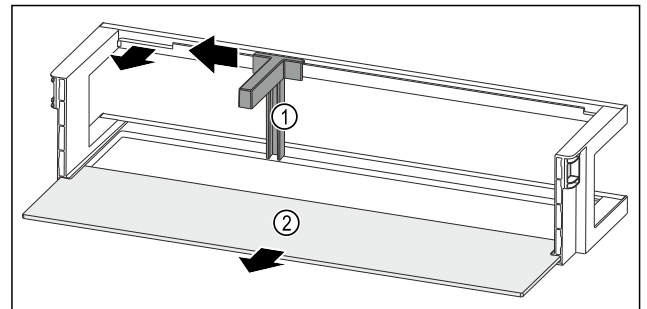

Fig. 89 Deurrek met flessenhouder en draagplateau
- ▶ Flessenhouder Fig. 89 (1) tot aan de uitsparing opzij schuiven.
- ▶ Flessenhouder Fig. 89 (1) verwijderen.
- ▶ Draagplateau Fig. 89 (2) verwijderen.